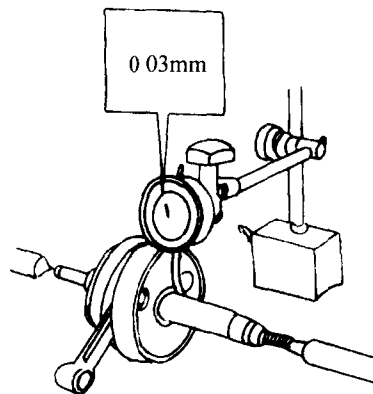

图 1-19 测量曲轴轴径的径向跳动
(1) 按图 1-19 所示方法测量曲轴轴径的径向跳动。其最大允许值为 0.03mm, 维修极限值为 0.05mm。